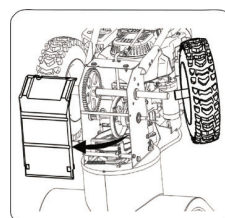

Figure 31
b. Retirez la roue droite en retirant la vis et la rondelle cloche qui la fixent à l'essieu. Voir la figure 31.